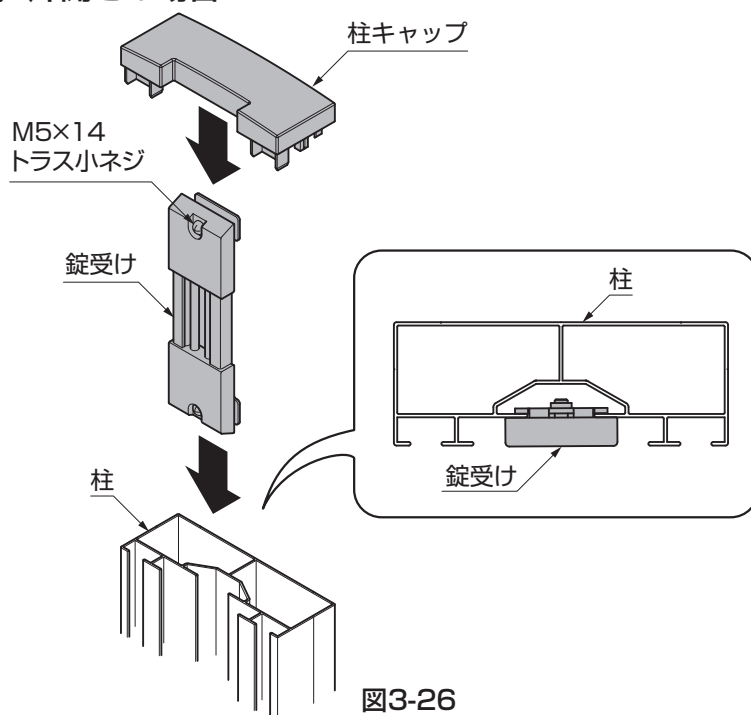
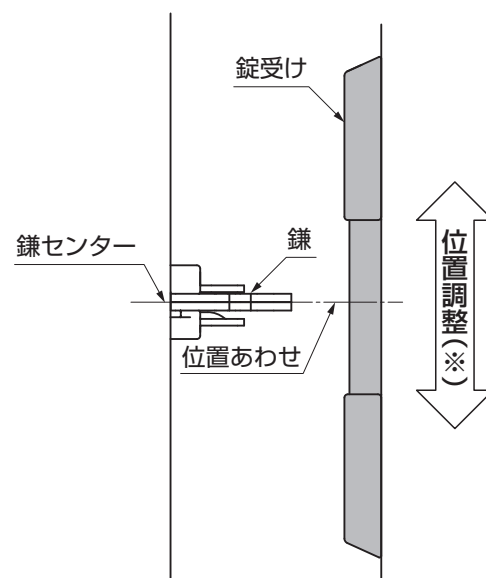

図3-26
図3-27
- ①錠受けとネジ待ちを組付けてあるM5×14トラス小ネジをゆるめて、柱のスリット部分に上部から差込んでください。（図3-26参照）
- ②本体錠錠の錠のセンターに位置を合わせながら（図3-27参照）、錠受けのネジをしっかりと固定してください。（図3-26参照）
- ③柱キャップを挿入してください。（図3-26参照）